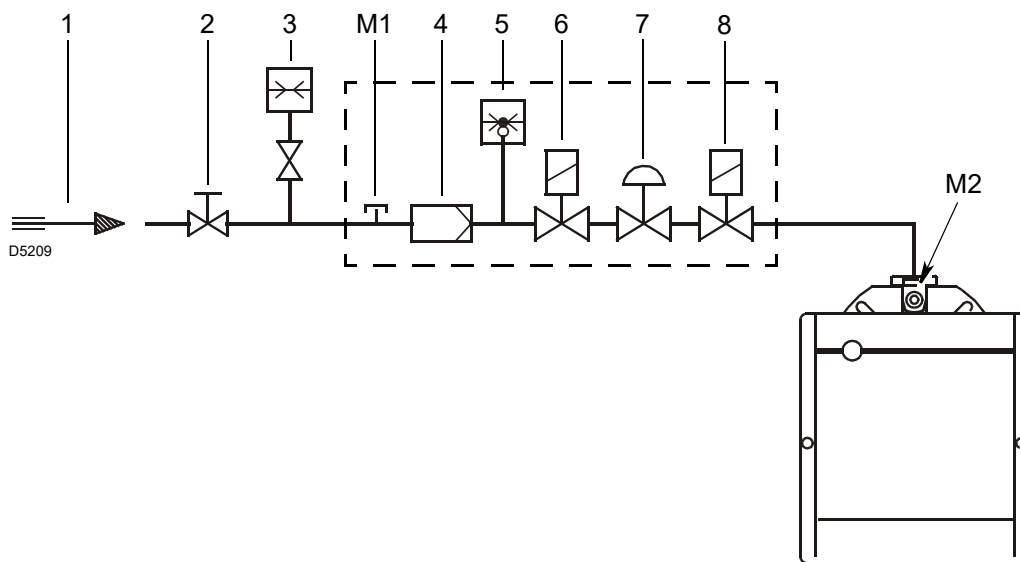

Fig. 14
Leyenda (Fig. 14)
Presión del gas medida en la toma M2)(Fig. 14), con:
- restar de la presión del gas en la toma M2)(Fig. 14) la presión en la cámara de combustión.
$$\begin{aligned} \text{Presión del gas en la toma M2)(Fig. 14)} &= 12,2 \text{ mbar} \\ \text{Presión en cámara de combustión} &= 2,2 \text{ mbar} \\ 12,2 - 2,2 &= 10 \text{ mbar} \end{aligned}$$
Para conocer la presión del gas necesario en la toma M2)(Fig. 14), fijada la potencia máxima de modulación a la cual se desea que funcione el quemador:
- Leer a la derecha, columna 1, la presión en la toma M2)(Fig. 14).
presión necesaria en la toma M2)(Fig. 14).